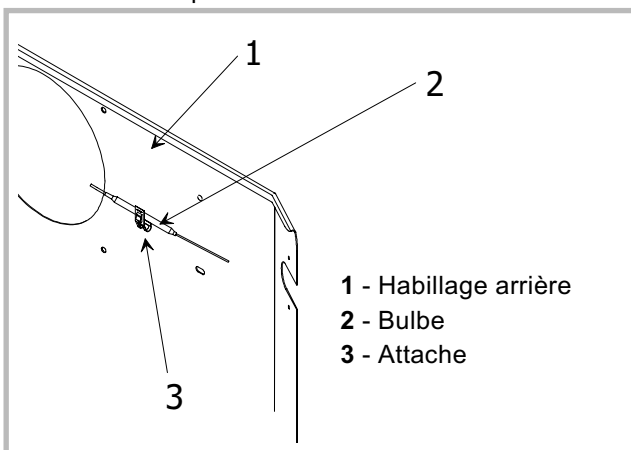

Figure 5 - Bulbe de thermostat
- Déposer l'habillage arrière en prenant soin de retirer le bulbe. (fig. 5)